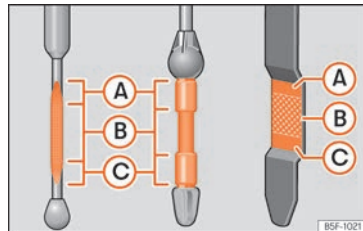

Abb. 212 Ölmesstab
»» **Abb. 212.** Füllen Sie gegebenenfalls Motoröl nach.
- Wenn der Ölstand mindestens den Bereich »» **Abb. 212 (B)** erreicht hat, vorsichtig den Deckel des Einfüllstutzens aufschrauben »» **ⓘ**.
Liegt der Ölstand über dem Bereich »» **Abb. 212 (A)**, starten Sie den Motor bitte nicht. Dies könnte zu einer Beschädigung des Motors und des Katalysators führen. Wenden Sie sich an einen Fachbetrieb.
Der Ölstand darf keinesfalls über dem Bereich »» **Abb. 212 (A)** stehen, andernfalls könnte Öl über die Entlüftung der Motorölpumpe angesaugt werden und über die Abgasanlage in die Atmosphäre gelangen. »»